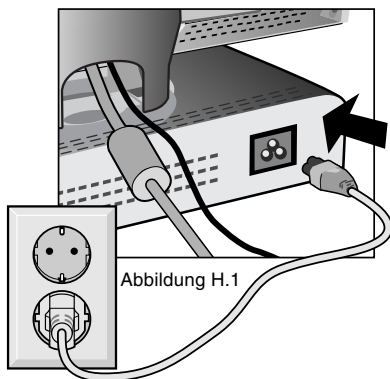

Abbildung H.1
7. Schließen Sie ein Ende des Netzkabels an den MultiSync-LCD-Monitor und das andere Ende an die Netzsteckdose an (Abbildung H.1).